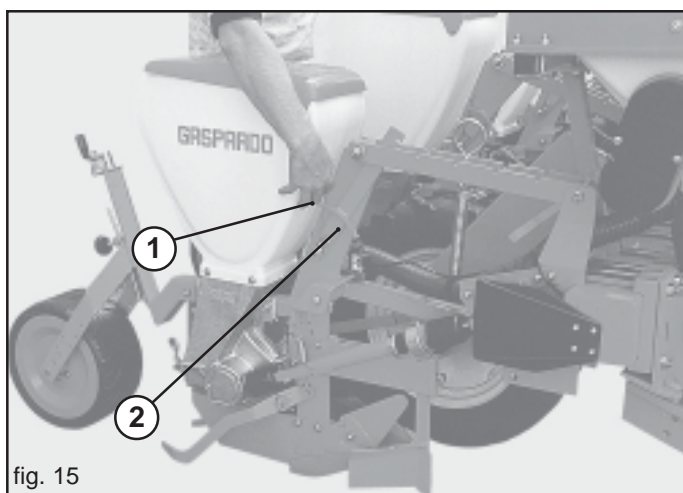

fig. 15
- enganchar el muelle en la posición 1 (Fig. 15);
- enganchar el muelle en la posición 2 (Fig. 15);